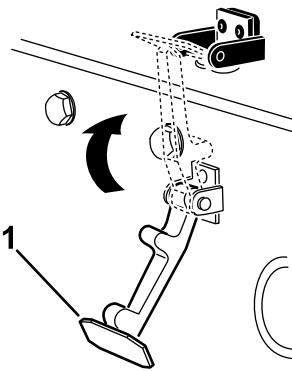

Figura 34
- Agganciate il fermo sulla relativa staffa (Figura 34).